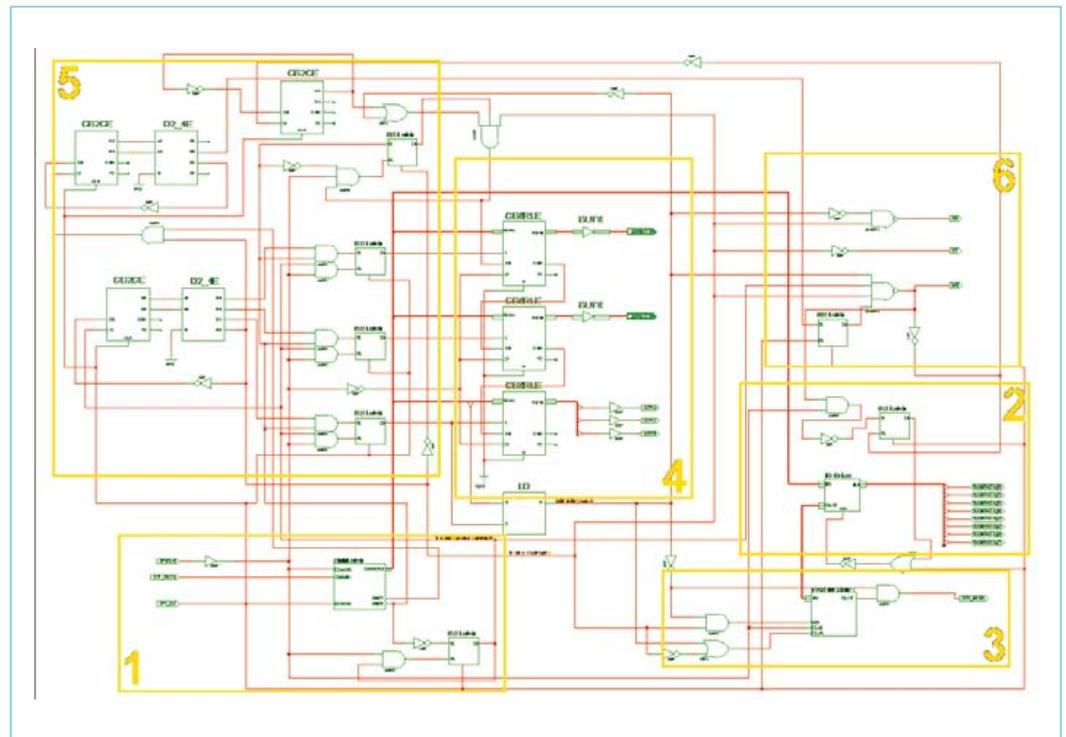

Figure 3. Un coup d'oeil à la logique configurée dans le CPLD du RAMBO-S.
Figure 3. Une broche supplémentaire permet de rendre une embase pour ventilateur à trois contacts compatible avec le connecteur à 4 contacts d'un ventilateur réglable par MLI.
Sur le schéma de la configuration du CPLD (fig. 3), les parties principales sont entourées et numérotées : (1) le registre à décalage d'entrée pour les commandes SPI et les données, (2) la logique de commandes des E/S de données, (3) le registre à décalage de sortie, (4) le compteur d'adresses, (5) sa logique de